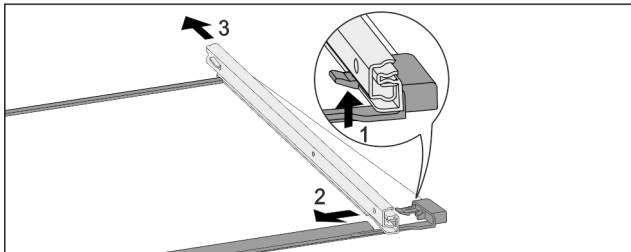

Fig. 241 Staklena ploča s vodilicama
- Prednji uskočnik pritisnite prema gore. Fig. 241 (1)
- Izvlačnu vodilicu povucite u stranu Fig. 241 (2) i prema natrag Fig. 241 (3).